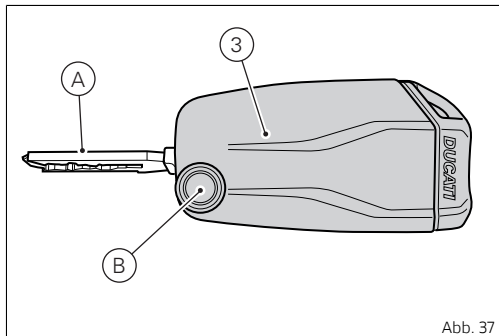

Abb. 37
Das Key-on erfolgt auf das Drücken der Taste (7) am Lenker und bei Vorhandensein des aktiven Schlüssels (3, Abb. 37 S.65).
Das „Key-off“ erfolgt auf das Drücken der Taste (7) am Lenker, auch wenn der Schlüssel (3, Abb. 37 S.65) nicht vorhanden ist, jedoch nur bei einer Fahrzeuggeschwindigkeit gleich Null.
Das Key-on erfolgt auf das Drücken der Taste (1) am Hands Free-Block und bei Vorhandensein des aktiven Schlüssels (3, Abb. 37 S.65).
Das Key-off erfolgt auf das Drücken der Taste (1) am Hands Free-Block auch ohne vorhandenen Schlüssel (3, Abb. 37 S.65).